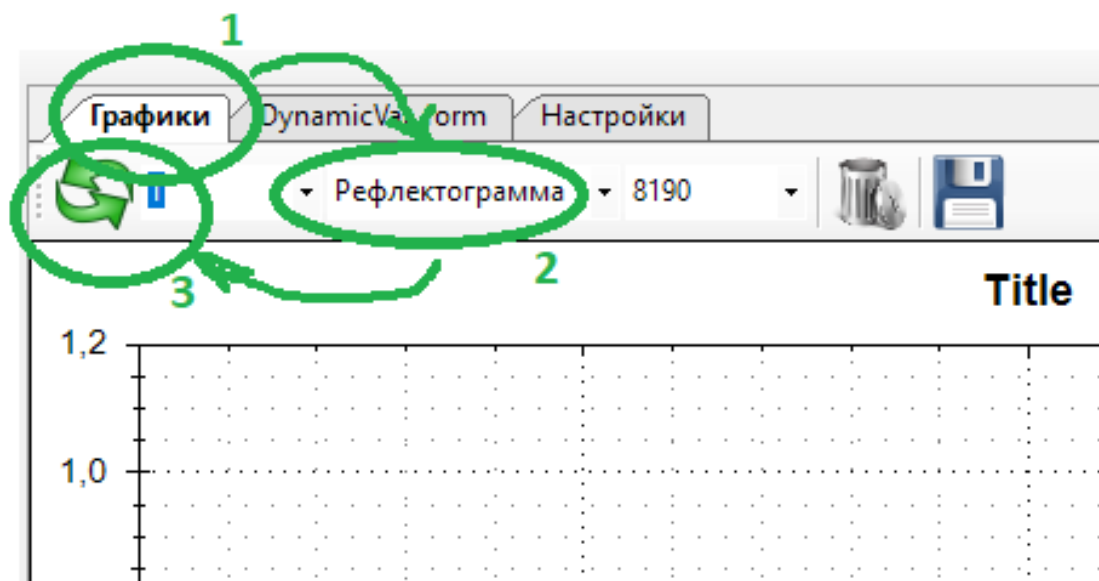

Рисунок 21 - Запуск рефлектограммы
1.7.3.3 Считать рефлектограмму сигнала (рисунок 21, 22).